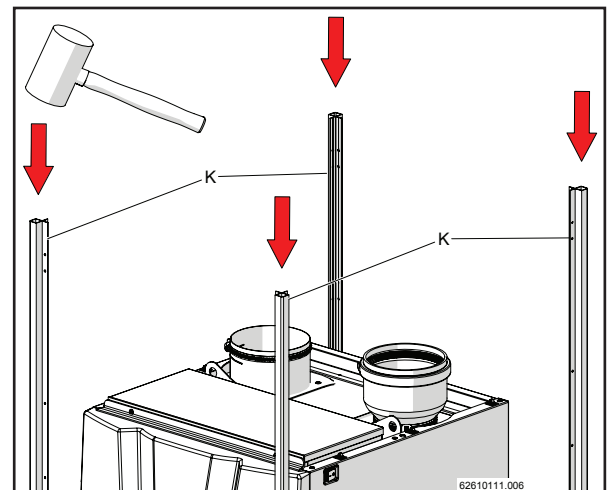

Figure 13-9
- 5.- Insérer les quatre tubulaires au niveau des goujons présents sur le châssis inférieur « J » à l'aide d'un marteau en caoutchouc (figures 13-9 et 13-10).